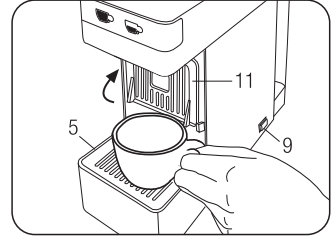
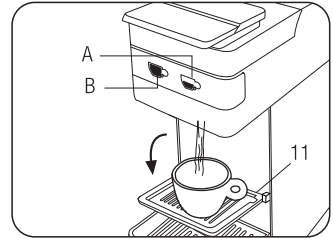

Fig. 5
Fig. 6
- Controlar que no hayan cápsulas en el interior y encender la máquina accionando el interruptor principal (9)
- Colocar una taza grande vacía debajo del punto de suministro del café (**Fig. 5**). Cuando las teclas (A) y (B) se encienden de modo fijo, la máquina está lista para el uso. Pulse una tecla (A) o (B); de la máquina sale agua, vuelva a pulsar la tecla cuando se haya alcanzado la cantidad de agua deseada (**Fig. 6**). La máquina resulta enjuagada cuando se hayan suministrado al menos 3 tazas de agua.
Para preparar un espresso pulsar el botón (A) (Salida corta) y posicionar la rejilla (11) como indicado Fig.6. Para preparaciones que necesitan la utilización de tazas altas, posicionar la rejilla (11) como indicado Fig. 5 y apoyar la taza directamente en la rejilla (5) (Fig. 5).